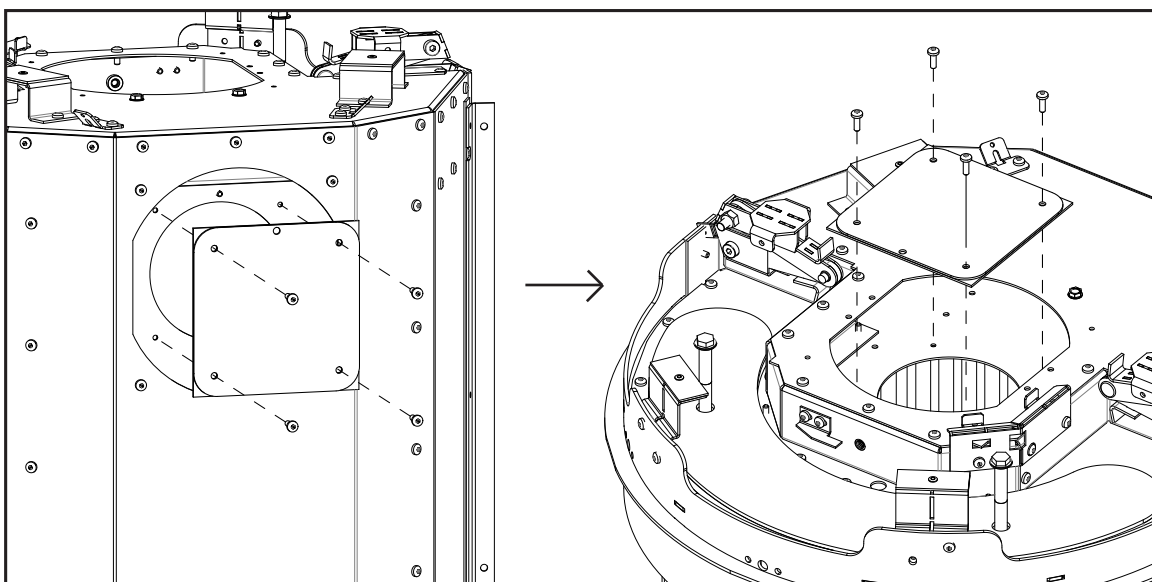

Figure 65: Retrait et fixation de la plaque de blocage intérieure
9. Retirez les plaques de blocage extérieures et intérieures de l'arrière de l'unité et fixez-les sur le dessus de l'unité à l'endroit où le robinet d'échappement et le collier de ventilation ont été fixés (voir la Figure 65).